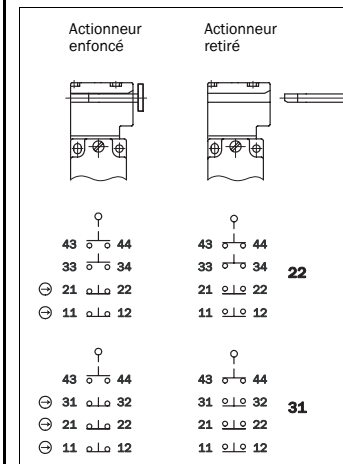

Fig. 3 : Éléments de commutation et fonctions de commutation pour les variantes avec presse-étoupe M20
- Pour le brochage, voir Fig. 3.